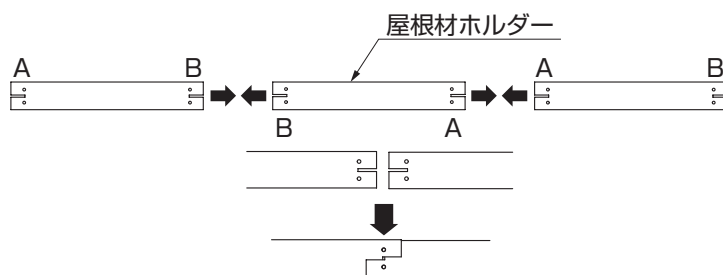

図7-4
- 2本目以後の取付けは、1本目の屋根材ホルダーと反対向きにして、切り込み部分をかみ合わせるように取付けてください。(図7-4参照)